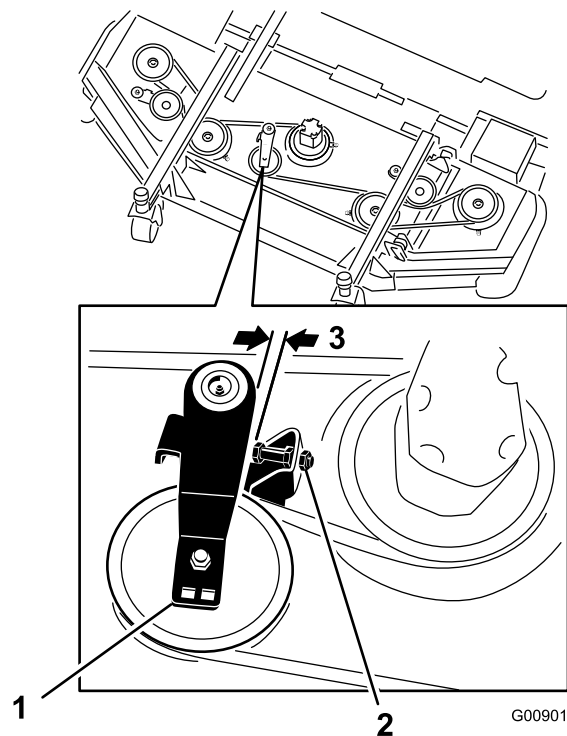

Bild 82
2. Lösen Sie am Frontmähwerk die Klemmmuttern an der Anschlagschraube der Spannscheibe und drehen Sie die Anschlagschraube in die Halterung (Bild 82).
3. Schieben Sie die Spannscheibe mit einem Schraubenschlüssel oder einem ähnlichen Werkzeug (Bild 82) vom Treibriemen und lassen Sie den Riemen von der Getriebespannscheibe rutschen.